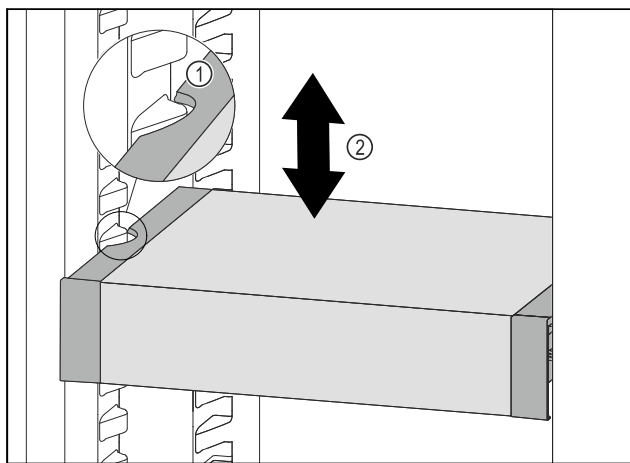

Fig. 106
- Húzza előrefelé a VarioSafe fiókot annyira, hogy a VarioSafe oldalsó kivágásai a hűtőréssben a tartóborda magasságában legyenek. Fig. 106 (1)
- A hűtőréssben a VarioSafe fiókot mozgassa felfelé vagy lefelé a kívánt magasság eléréséig. Fig. 106 (2)